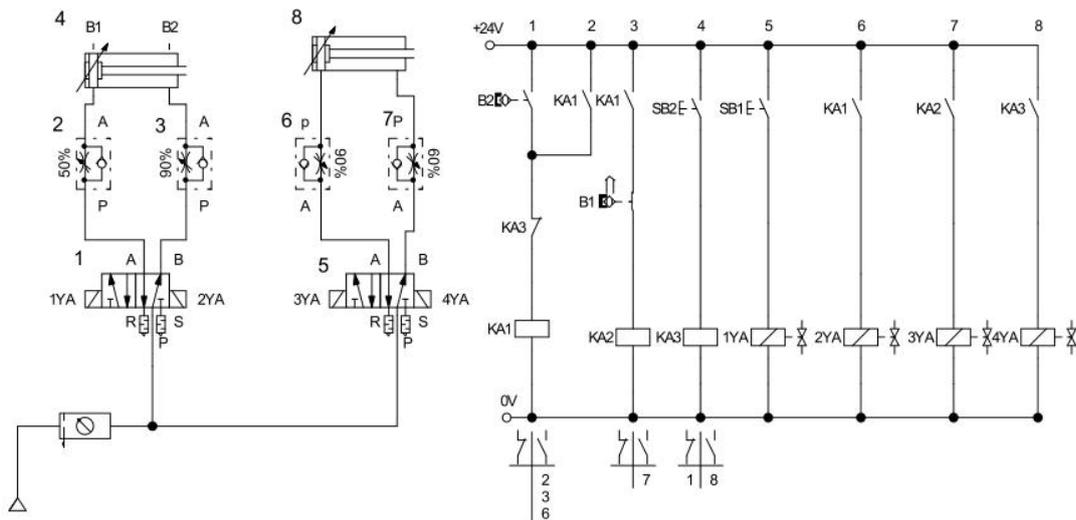

图 H1-2-3 货板提升推出装置气动回路和电气控制回路
(1) 任务描述：搭建货板提升推出装置气压回路，实现货板首先由较低工位提升至较高工位，然后把货板推到另外一条运送线上，气动回路图和电气控制线路图如下图 H1-2-3 所示：